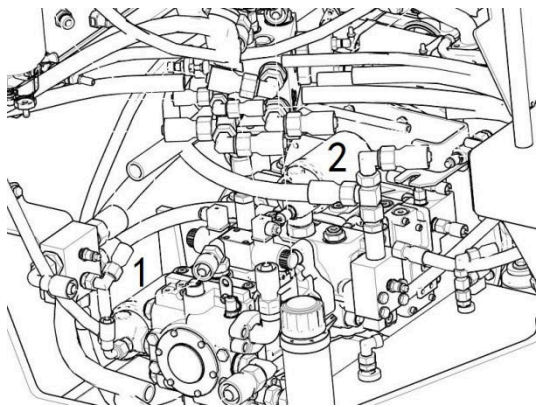

Рис. 3-30 Гидравлическая система
4. Замена гидравлического масляного фильтра (Рис. 3-30)